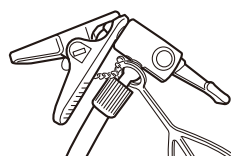
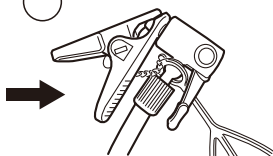

図5
図6
- 2 図5のように英式バルブ用トンボ口金をしっかり差し込んだら、図6のように口金レバーを倒し、英式バルブ用トンボ口金が接続されていることを確認してください。